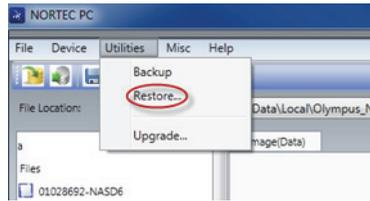

Figura 6-33 Comando Restore
3. En el menú **Utilities** del *software* NORTEC PC, seleccione el botón **Restore**. Vea la Figura 6-33 en la página 364.